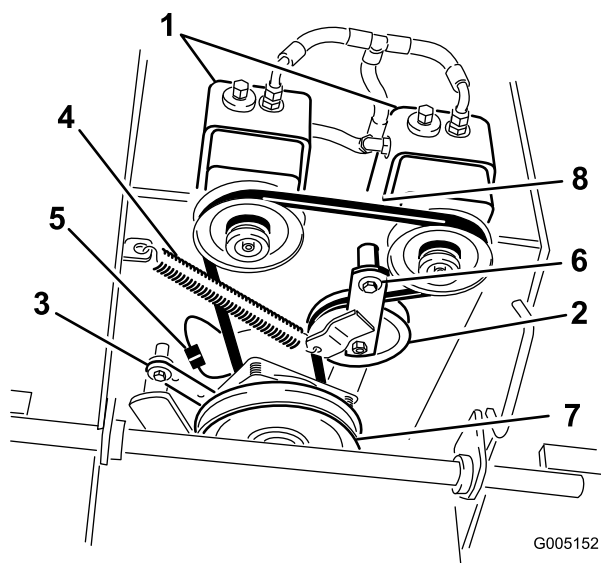

Figura 40
6. Scollegate il fermo frizione dalla scocca del motore (Figura 40).
7. Sganciate la molla di tensione dal telaio (Figura 40).
9. Montate la molla di tensione tra il braccio di rinvio e la staffa del telaio (Figura 40).
10. Montate il fermo frizione sulla scocca del motore (Figura 40).